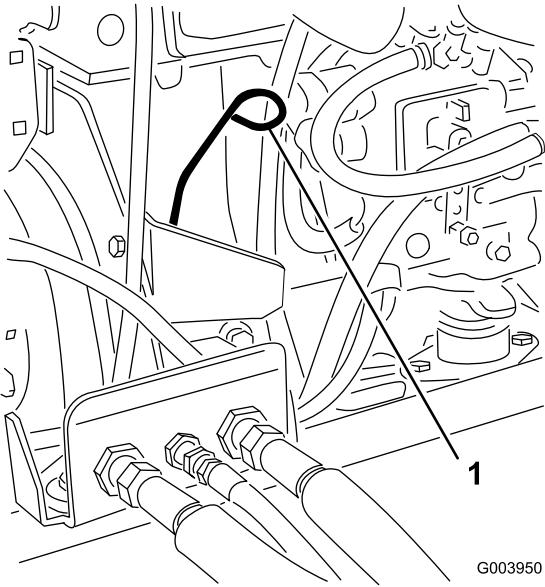

Figure 28
3. Retirez la jauge, essuyez-la sur un chiffon et remettez-la en place (Figure 28).